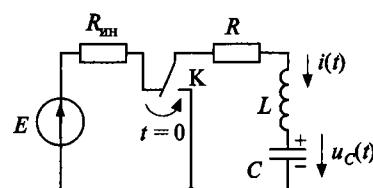
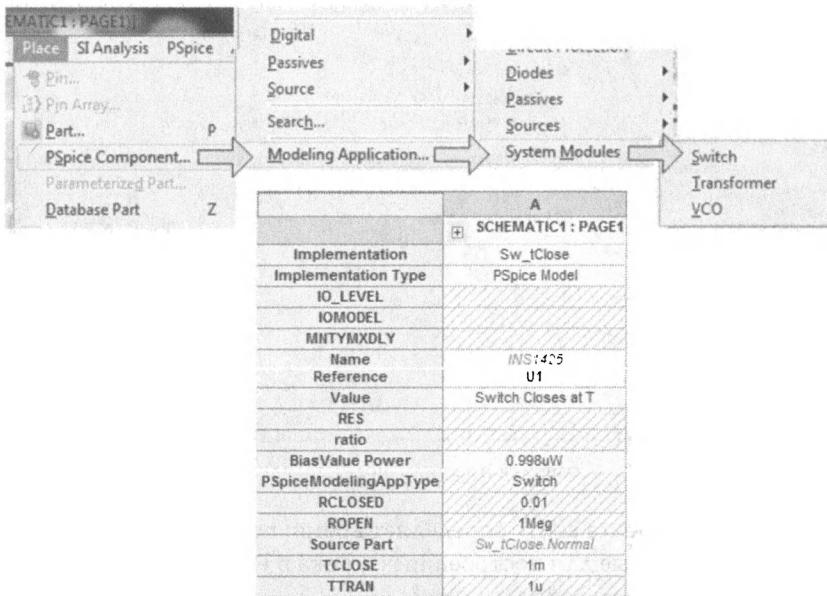

Рис. 8.3. Схема цепи второго порядка
Рис. 8.4. Установка параметров ключа
На рис. 8.3 показана схема цепи второго порядка, содержащей два накопительных элемента: индуктивность и емкость. До коммутации к цепи подключен источник постоянного напряжения  $e(t) = E = \text{const}$ . Емкость заряжена до напряжения  $u_C(0-) = E$ . Ток в цепи
1. Создадим новый проект PR-15 для моделирования цепи второго порядка по схеме рис. 8.3. Ключ следует выбрать из PSpice Component, перемещаясь по пути, показанному на рис. 8.4. В свойствах ключа установим время замыкания TCLOSE = 1м, переходное время (время переключения) TTRAN = 1н, сопротивление замкнутого RCLOSED = 0.01, сопротивление разомкнутого ключа ROPEN = 1Meg.